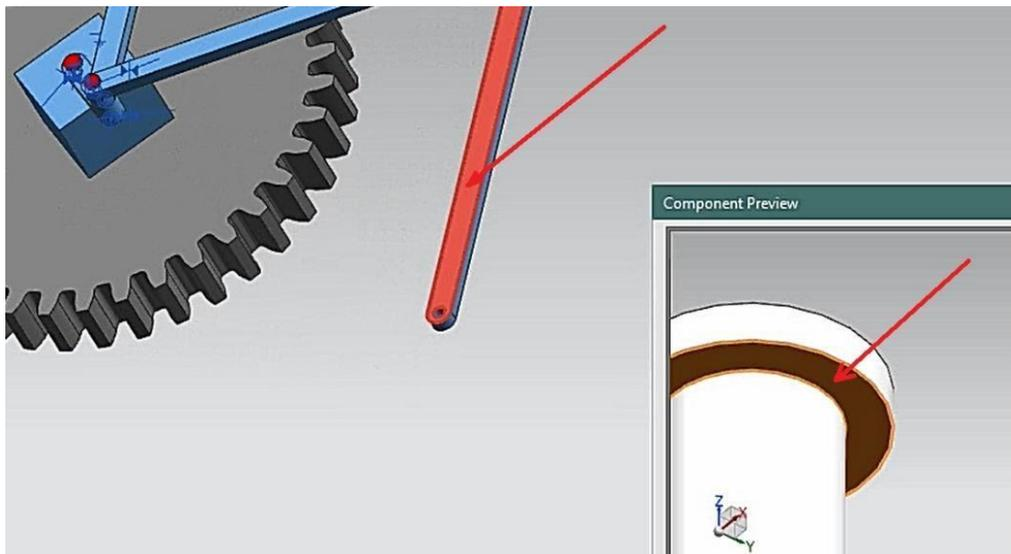

Figura 1.49 Cara superior de **barra 3b2.prt** y cara inferior de la cabeza de **lápiz.prt**.
- Elegir el tipo de restricción **Touch Align**. Seleccionando **Orientation** → **Touch**. Seleccionar la cara inferior de la cabeza del **lapiz.prt** y la cara superior de **barra3b2.prt** (Figura 1.49).